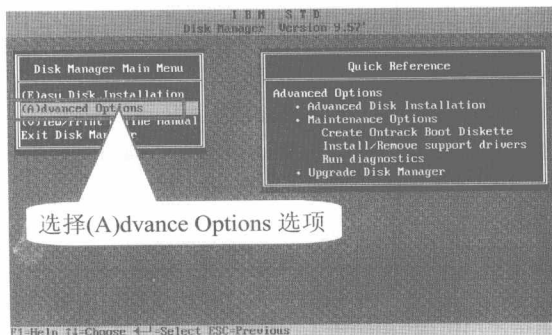

图 8-5 选择(A)dvance Options 选项
步骤② 按回车键，打开 DM 程序的主界面，使用【↓】键来选择(A)dvance Options 选项，如图 8-5 所示。